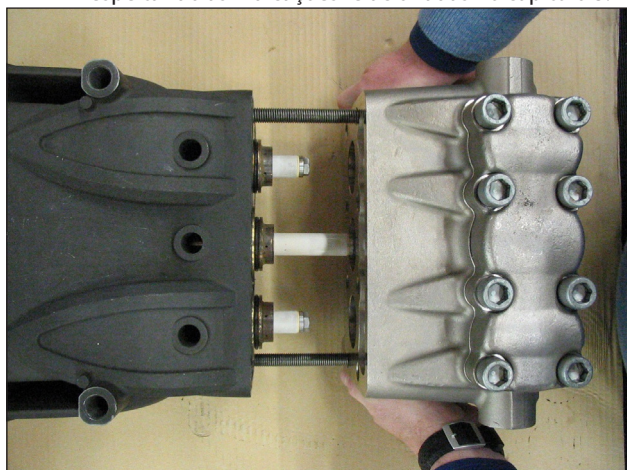

Fig. 33
- Lubrifique os componentes ②③⑤ com lubrificante de silicone do tipo OCILIS, cód. 12001600. Tal operação é considerada necessária também para facilitar a adaptação das bordas da vedação sobre os pistões.
- Use dois parafusos - tomada de serviço (cód. 27508200) fixada ao carter, conforme indicado na Fig. 33, posicione o cabeçote completo, certificando-se de que esteja centralizado no pistão central.